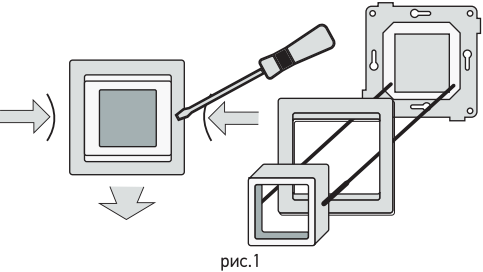

рис.1
- Снимите крышку терморегулятора. С помощью тонкого плоского предмета отожмите защелки через прорези на боковой поверхности корпуса. Затем снимите декоративную рамку (Рис. 1).